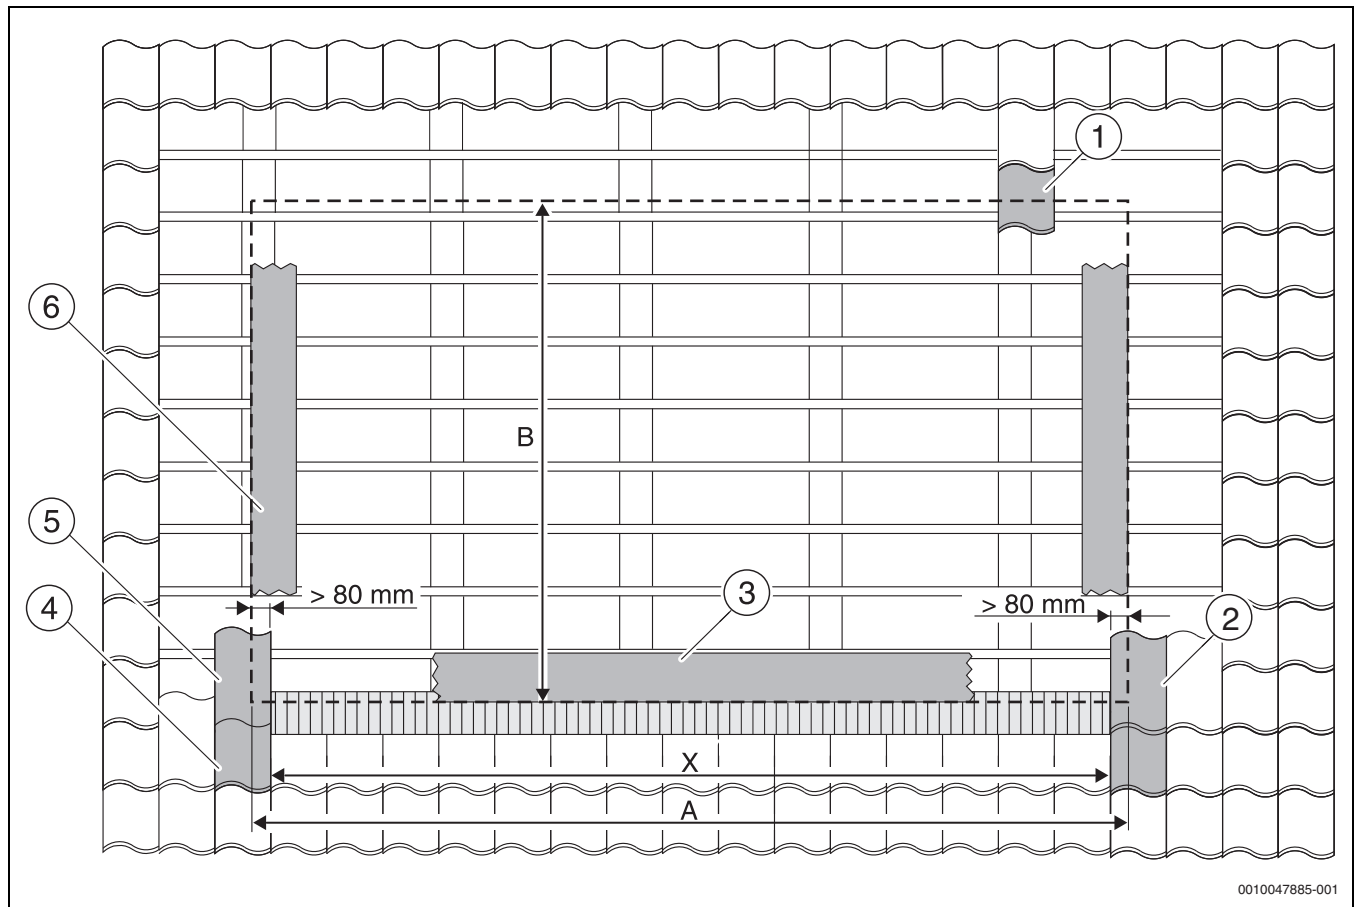

Bild 17 Lage des Kollektorfelds
- ▶ Maß X auf das Dach übertragen und linke Dachziegelreihe (→ Bild 17, [5]) festlegen.
- ▶ Rechte Dachziegelreihe (→ Bild 17, [2]), die bei Bedarf später beim Eindecken geschnitten werden muss, festlegen.
- ▶ Unter Berücksichtigung von Maß B untere Dachziegelreihe (→ Bild 17, [4]) festlegen.
- ▶ Obere Dachziegelreihe, die bei Bedarf später beim Eindecken geschnitten werden muss, (→ Bild 17, [1]) festlegen.